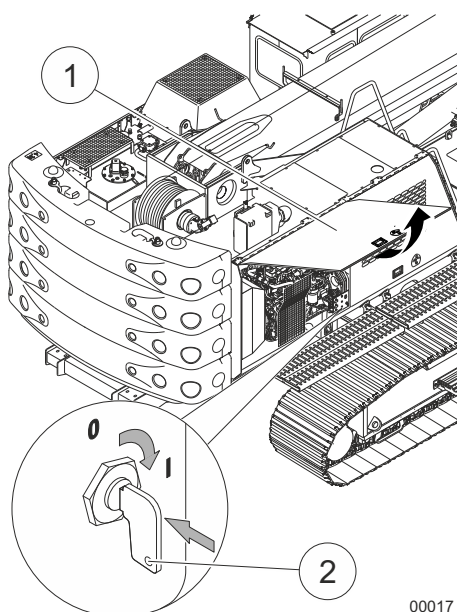

Fig. 203 Como ligar a chave de desconexão da bateria
| 1 | Abra a porta de serviço direita (1) em Fig. 203. |
| 2 | Pressione a chave de desconexão da bateria (2) na Fig. 203 e mude para a posição I. |